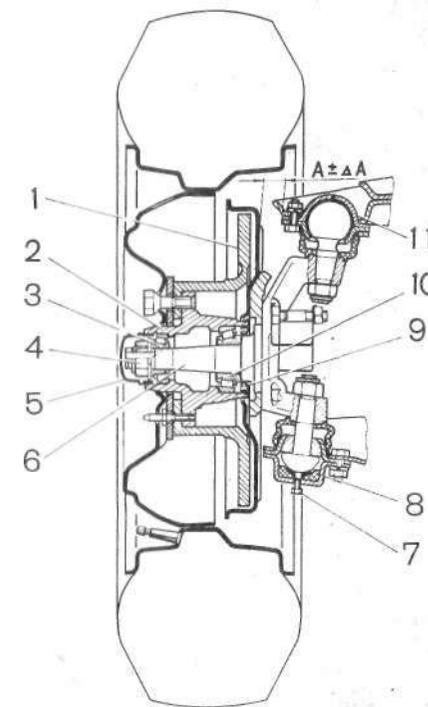

Рис. 50. Переднее колесо
- снимите колпачок 5 (рис. 50), закрепите индикатор на ступице 2 и подведите его ножку к торцу цапфы поворотного кулака 6;